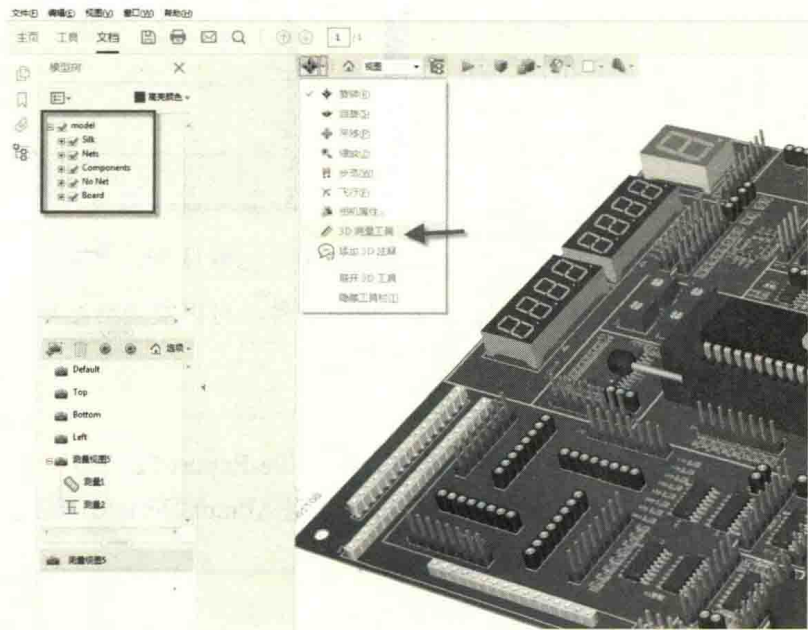

图 11-47 3D PDF 的编辑
- (3) 设置完成之后，单击“Export”按钮，进行输出。
- (4) 用 PDF 阅读器或者编辑器对输出的 PDF 进行打开，这里建议使用 PDF 编辑器工具 Adobe Acrobat，可以对输出的 PDF 图形进行编辑、测量等操作，如图 11-47 所示。